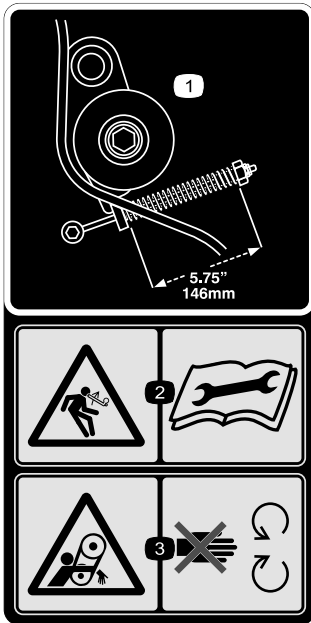

Figura 33
- Para comprobar la tensión de la correa, comprima el muelle tensor a una longitud de 146 mm (5³/₄"); consulte la Figura 33.